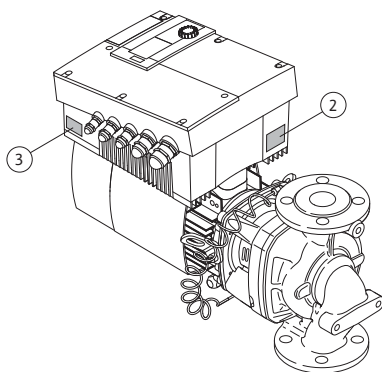

Fig. 12: Anordnung der Typenschilder:
- Das Antriebstopenschild befindet sich am Elektronikmodul auf der Seite der Kabeldurchführungen (Fig. 12, Pos. 3). Der elektrische Anschluss ist entsprechend den Angaben auf dem Antriebstopenschild anzulegen.